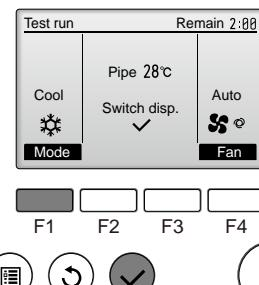

Fig. 8-3
- ① Для изменения режима работы нажмите кнопку [F1]. (Fig. 8-3)